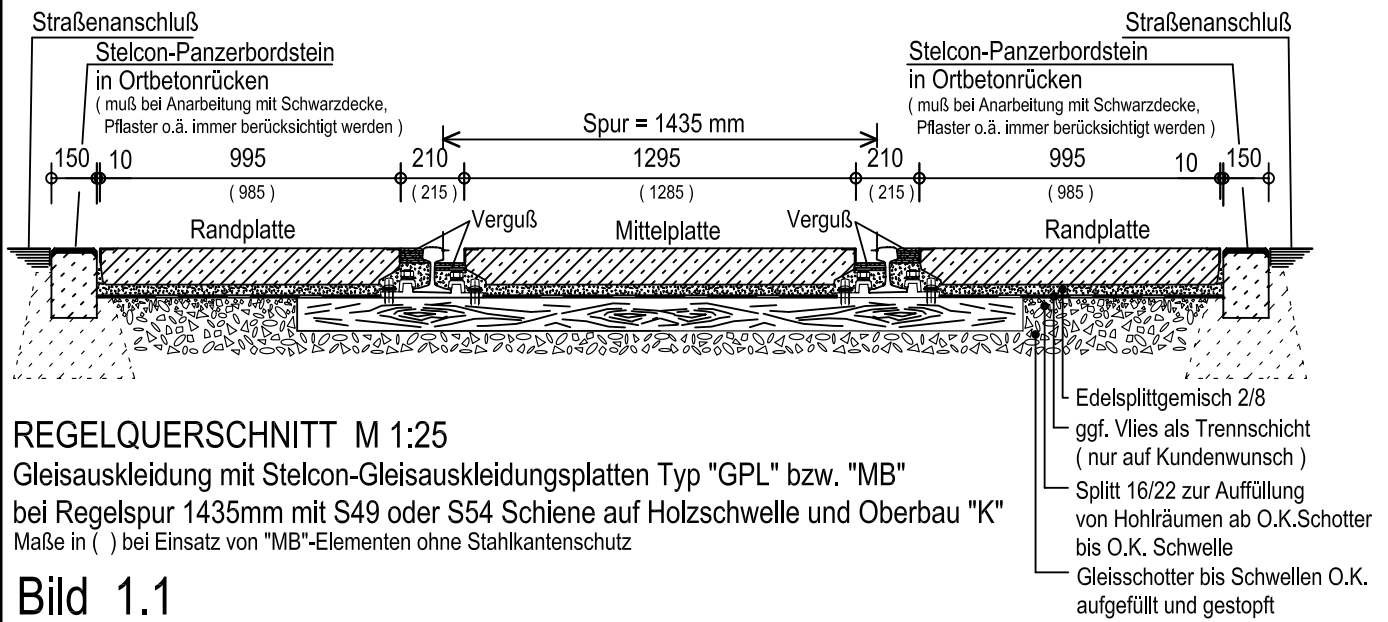

Bild 1.1
- 1.1 STELCON-Großflächenplatten in einer Stärke von 12 oder 14 cm können in Gleisanlagen verwendet werden, soweit zwischen Unterkante (UK) Platte und Oberkante (OK) Schwelle noch eine Höhendifferenz von mind. 2 cm gegeben ist (siehe Anlage Bild 1.1 Oberbau "K" auf Holzschwelle/1.2 Oberbau "W" auf Betonschwelle).
- 1.4 Das Schotterbett ist nach dem Stopfen des Gleiskörpers mit Grobschotter bis Schwellenoberkante aufzufüllen, zu verdichten und bildet somit die Oberkante des Grobplanums (siehe Anlage Bild 1.1 oder 1.2).
- 2.2 Danach wird das Splittbett als Feinplanum unter Beachtung der angegebenen Höhenmaße planeben mit einer Lehre abgezogen. Zum höhengleichen Abziehen des Feinplanums für die Mittelplatten dienen die beiden Schienen als Lehrenführung, während die Lehre zum abziehen des Feinplanums der Randplatten auf der einen Seite auf der betreffenden Schiene, auf der anderen Seite auf vorher eingebauten STELCON-Panzerbordsteinen o. ä. geführt wird (siehe Anlage Bild 1.1 oder 1.2).